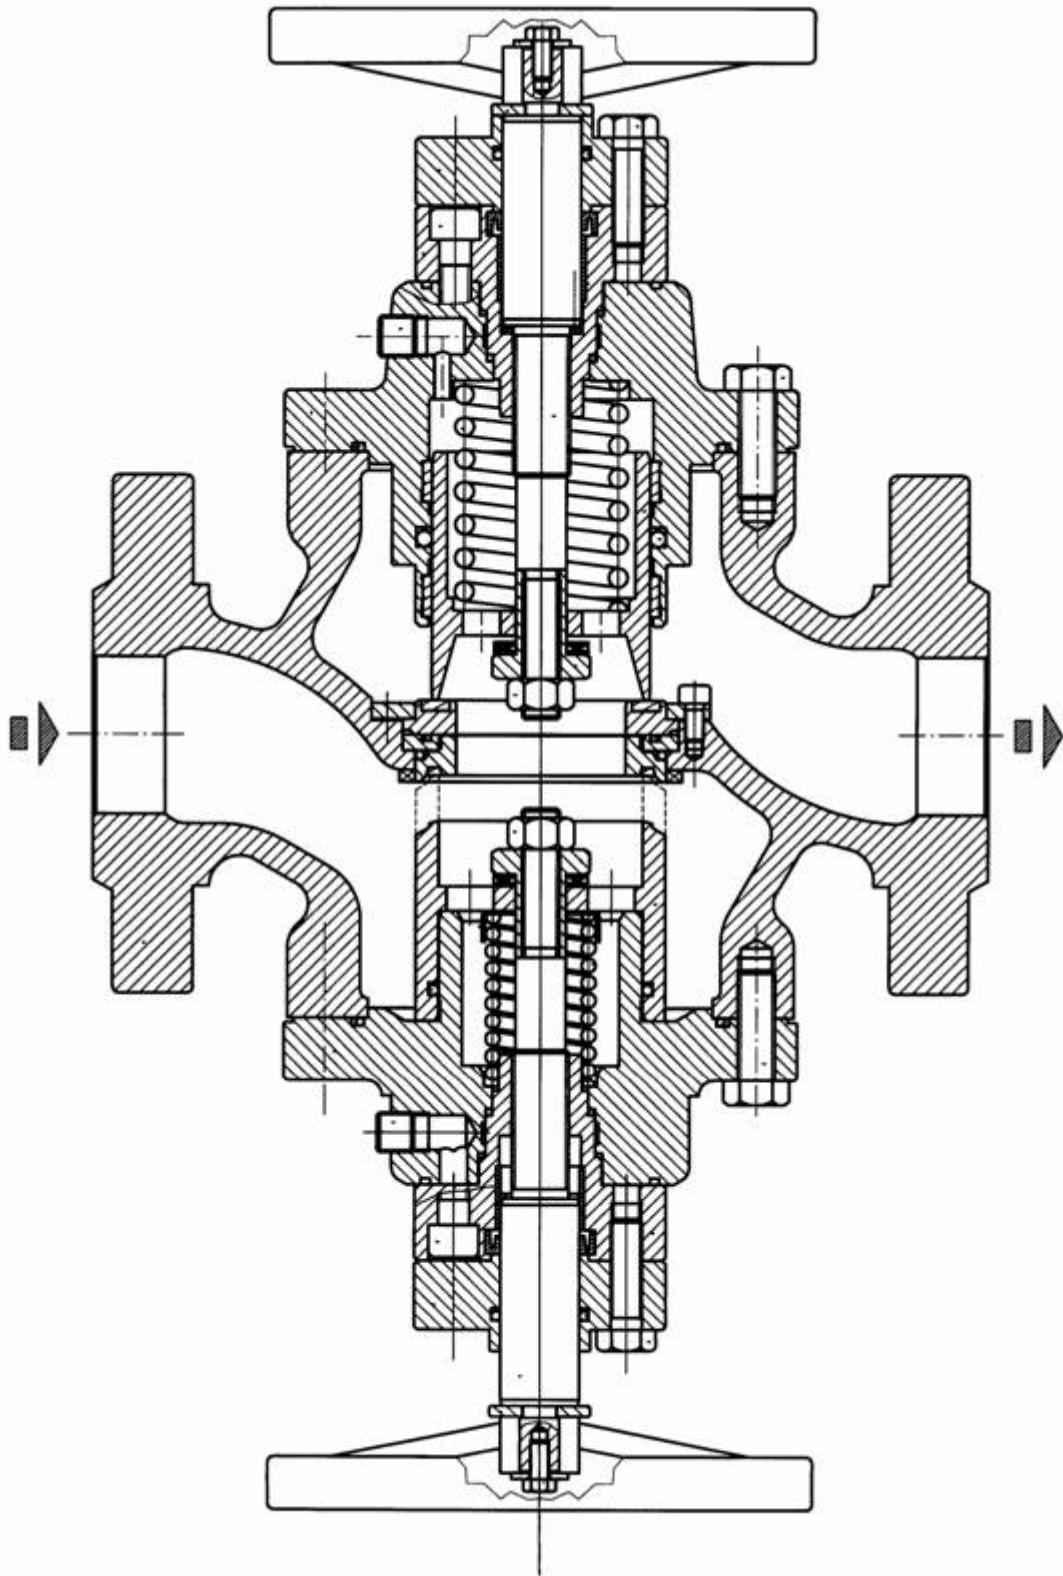

Figura 3
- il secondo otturatore in serie a quello principale ( vedi figura 3 ).